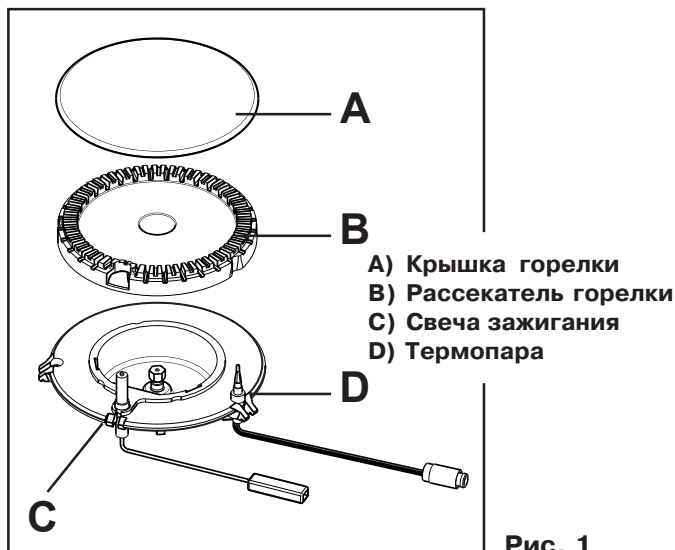

Рис. 1
2. После зажигания пламени держите ручку нажатой не менее 5 секунд. Это позволит термопаре (Рис. 1.D) нагреться и отключить предохранительное устройство, в противном случае подача газа будет прервана.
i Если в ходе нескольких попыток Вам не удалось зажечь горелку, проверьте, что крышка (Рис. 1. А) и рассекатель горелки (Рис. 1. В) находятся в правильном положении.
В моделях с электрическим розжигом он обеспечивается с помощью керамической свечи и металлического электрода (Рис. 1 С). Содержите эти детали в чистоте для предотвращения трудностей с розжигом, а также проверяйте, чтобы отверстия в рассекателе горелки (Рис. 1 В) не были засорены.